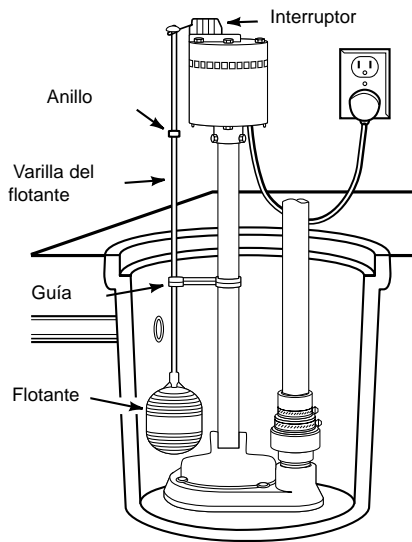

Figura 3 – Instalación de bomba de sumidero
3. Inserte a presión cuidadosamente la guía plástica de la varilla del flotante en la columna de la bomba e inserte la varilla del flotante en la guía. (Figura 3).
4. Use unos alicates para sujetar la varilla del flotante, atornille el flotante hasta que esté apretado como se muestra en la Figura 3.
1. Construya una cuenca de concreto, acero o plástico para el sumidero que tenga 24 pulgadas (61 cm) de fondo y al menos 11 pulgadas (28 cm) de diámetro (Figura 3). Si ya hay un sumidero asegúrese de que tenga el tamaño correcto.